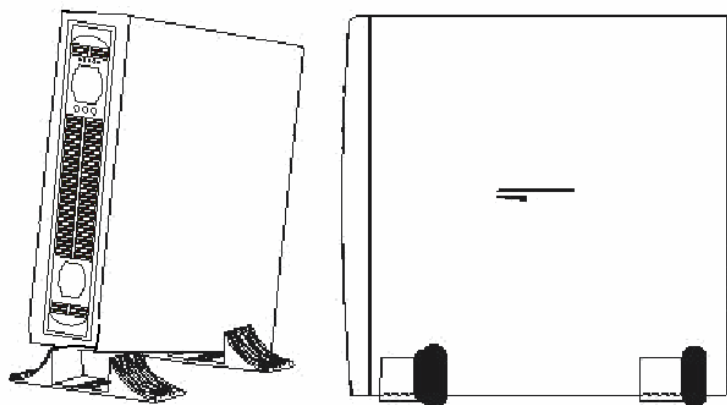

Рис. 3-2 Установка ИБП
2. Установите ИБП на основания как показано на Рис.3-2.